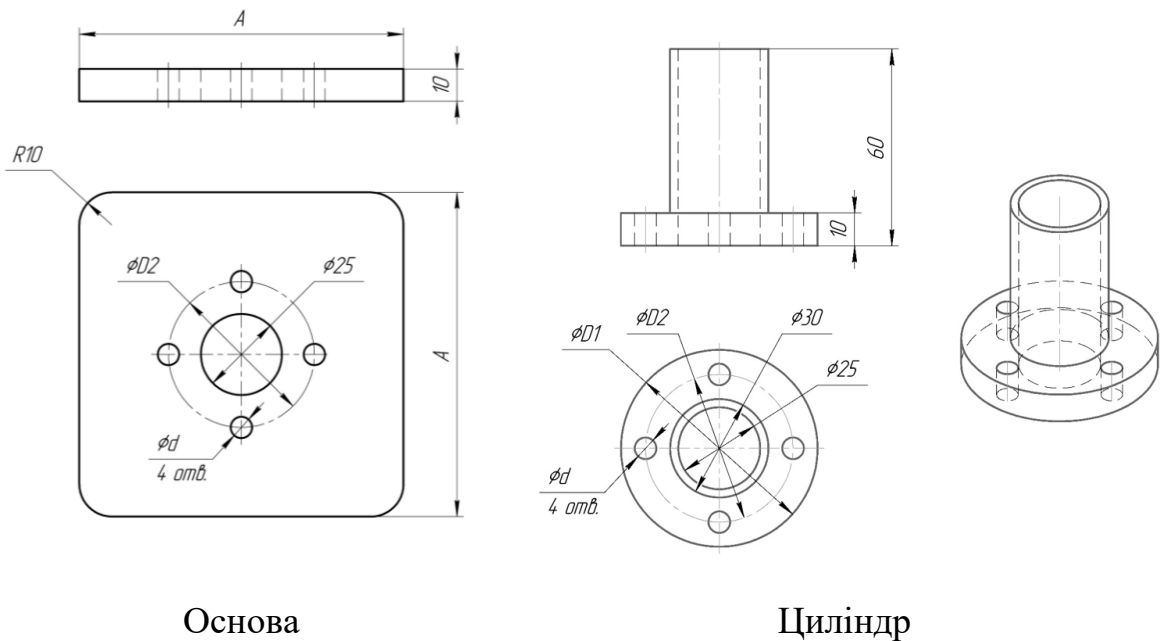

Рис. 69
- побудувати окремі деталі: основу і циліндр (рис. 69) за індивідуальним варіантом (таблиця 4);